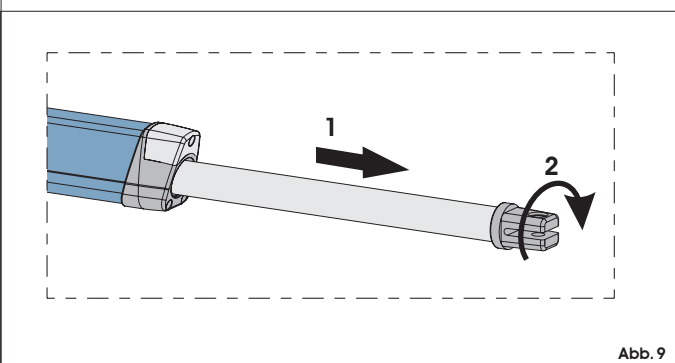

Abb. 9
- 4) Den Schaff bis zum Anschlag ganz entfernen, Abb.9 Bez.1.
- 6) Den Schaff eine halbe/ganze Runde im Uhrzeigersinn drehen, Abb. 9 Bez.2